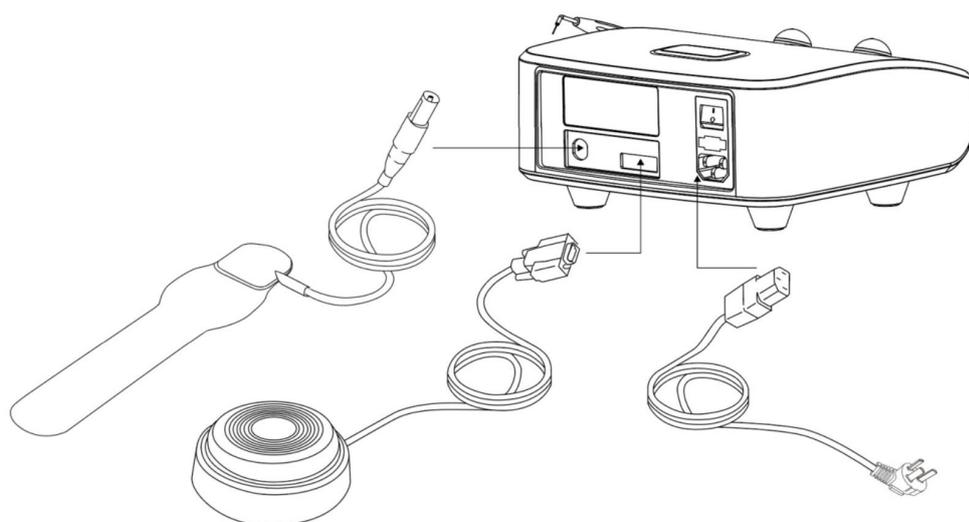

Рисунок 2
- Отсоедините сетевой шнур от гнезда входного разъема источника питания (рис.2).
- Подключите сетевой шнур к разъему питания (рис.2).